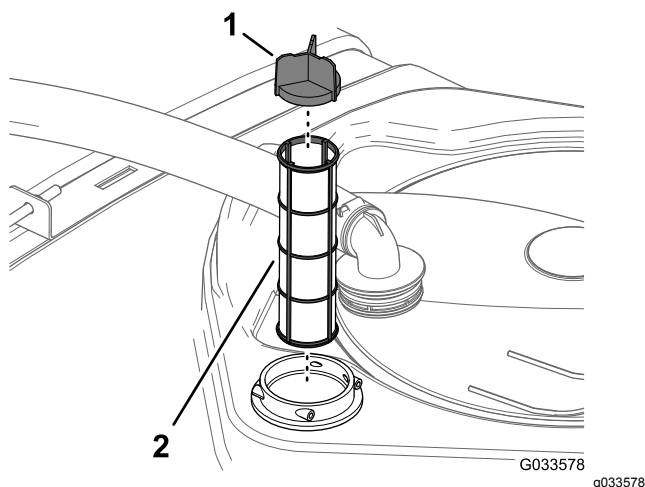

Figure 96
4. Sortez la crépine d'aspiration du logement du filtre dans le réservoir (Figure 96).